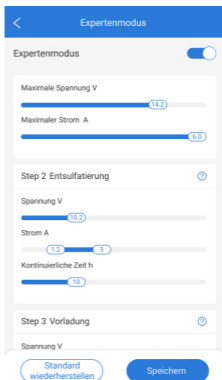

Abbildung 3.3.3
4. Wenn der DIY-Modus Ihre Anforderungen nicht erfüllen konnte, können Sie den Expertenmodus auswählen. Dann können Sie den Lademodus noch weiter anpassen. Erfüllen Sie Ihre Ladeanforderungen, indem Sie Spannung, Strom, Dauer und Anzahl der Zyklen für jeden Ladeschritt einstellen. (Siehe Abbildung 3.3.3)